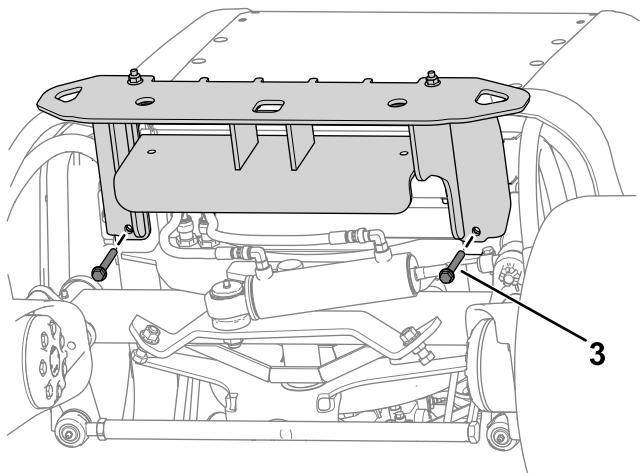

Figure 15
2. Fixez légèrement la partie supérieure du pare-chocs au cadre de la machine à l'aide de 4 boulons ($\frac{3}{8}$ " x $3\frac{1}{4}$ ") et 4 écrous ($\frac{3}{8}"), comme montré à la Figure 15.$
3. Fixez légèrement le pare-chocs sous le cadre de la machine à l'aide de 2 boulons ($\frac{3}{8}$ " x 3") et 2 écrous ($\frac{3}{8}$ "), comme montré à la Figure 15.